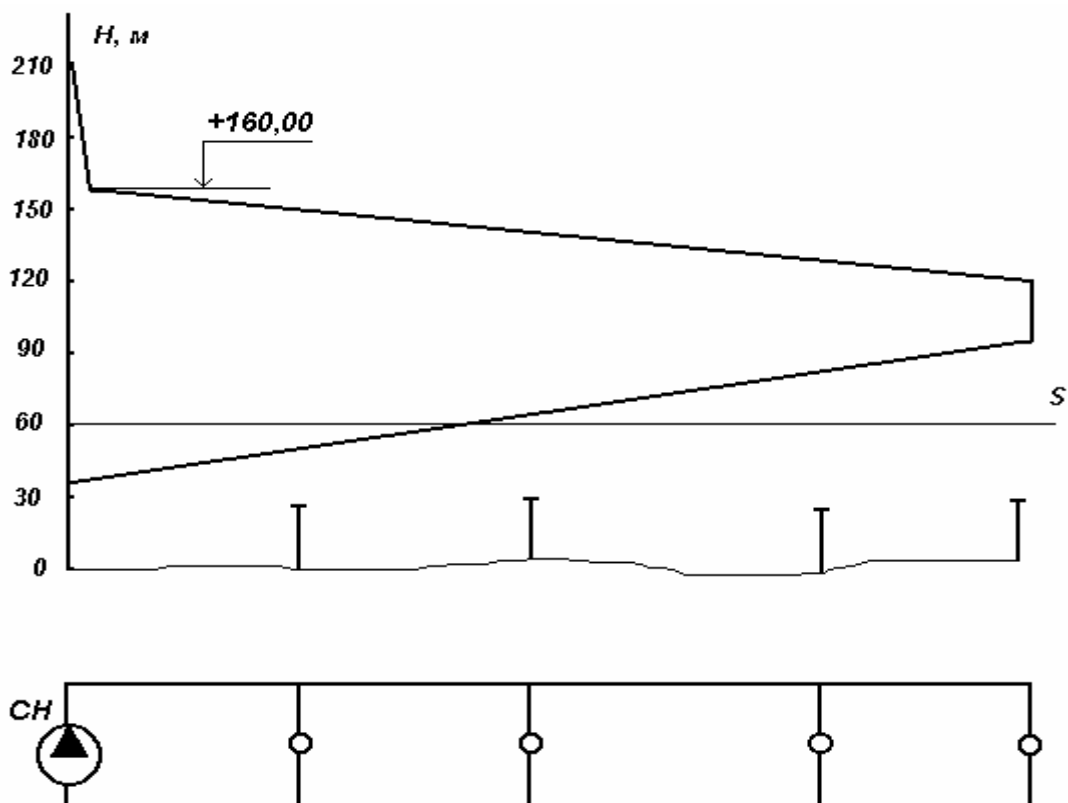

Рис. 67
13. Укажите положения пьезометрических линий давления в обратном и подающем трубопроводах (рис. 67).